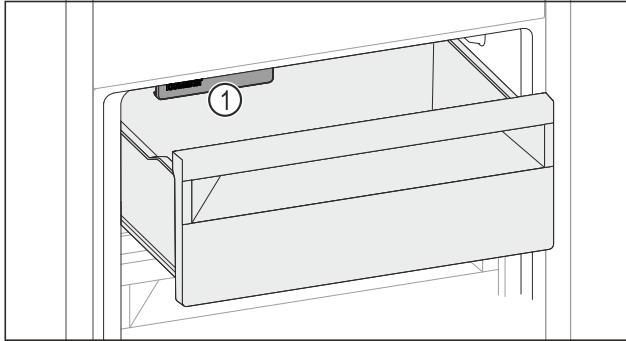

Fig. 140
- Rekening houden met IceMaker Fig. 140 (1).